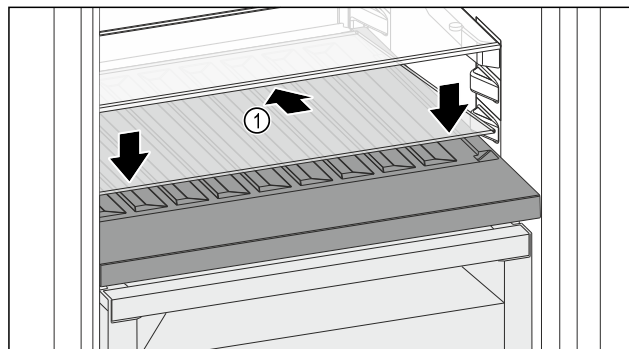

Fig. 226
- Vendosni pllakën e xhamit Fig. 226 (1) pjerrtas, dhe të anuar për poshtë në pjesën prapa.
- Ulni poshtë pllakën e xhamit Fig. 226 (1) përpara.